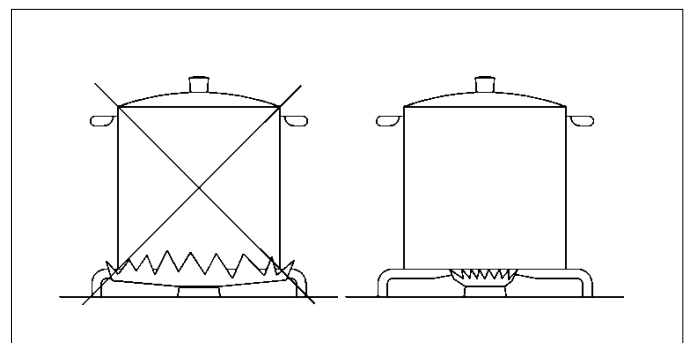

Рис. 2
- Для кожної конфорки використовуйте відповідні каструлі (див. таблицю нижче і рис. 2).